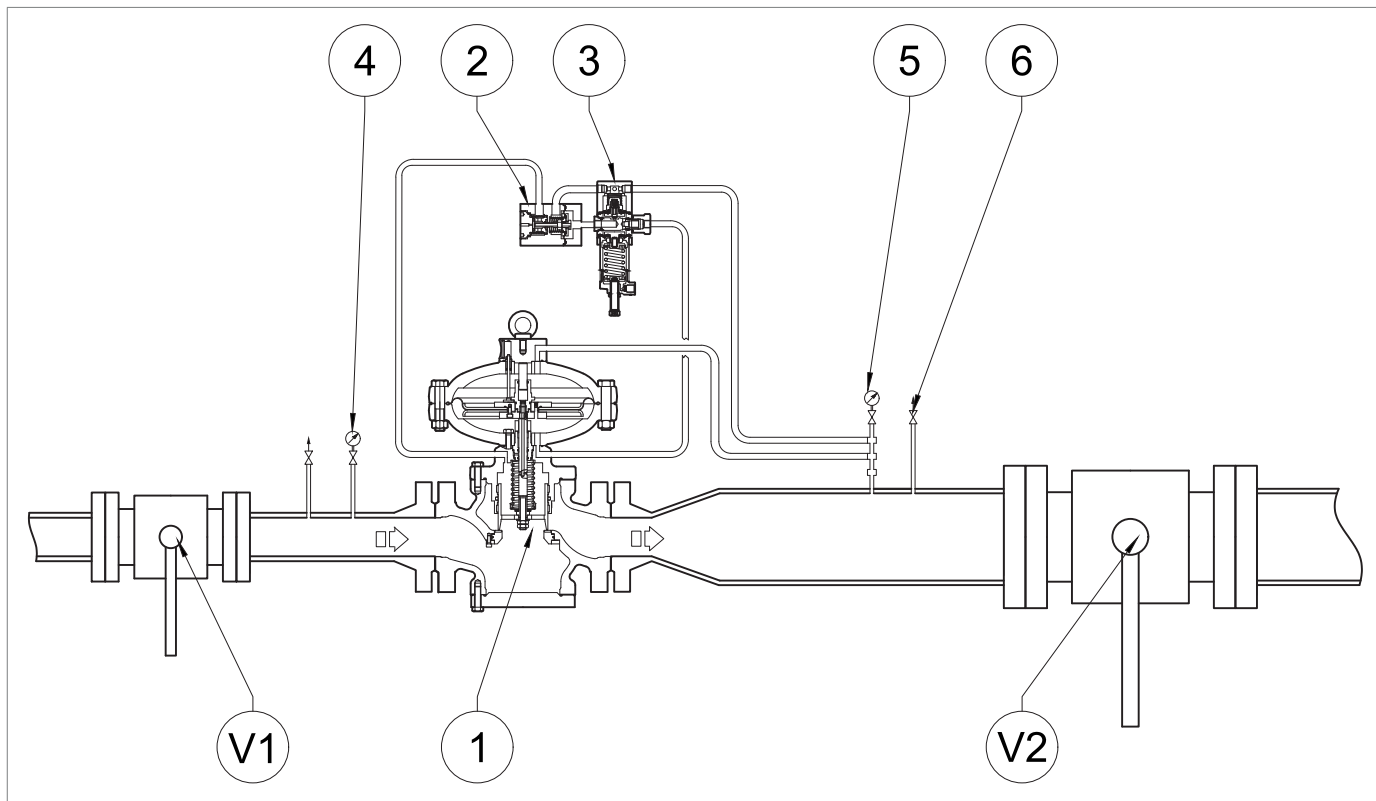

Fig. 8.29. Messa in servizio del regolatore
1	<p>Aumentare la pressione di valle fino al valore di intervento della valvola di blocco, agendo sulla vite di regolazione (10) del pilota (2) del regolatore principale (1), per verificare la corretta taratura.</p> <p>! AVVISO!</p> <p>Controllare la pressione facendo riferimento al manometro (Fig. 8.29, rif. 5) posto a valle del regolatore principale.</p> <p>Se la valvola di blocco:</p> <ul style="list-style-type: none"> <li>• interviene prima del valore di pressione previsto: avvitare (senso orario) la ghiera di regolazione (13) così da comprimere maggiormente la molla (11);</li> <li>• non interviene al valore di pressione previsto: svitare (senso antiorario) la ghiera di regolazione (13), così da scaricare la molla (11).</li> </ul>
2	Diminuire la pressione del tratto di valle aprendo il rubinetto di scarico (Fig. 8.29, rif. 6) per portarla fino al valore di taratura del regolatore principale.